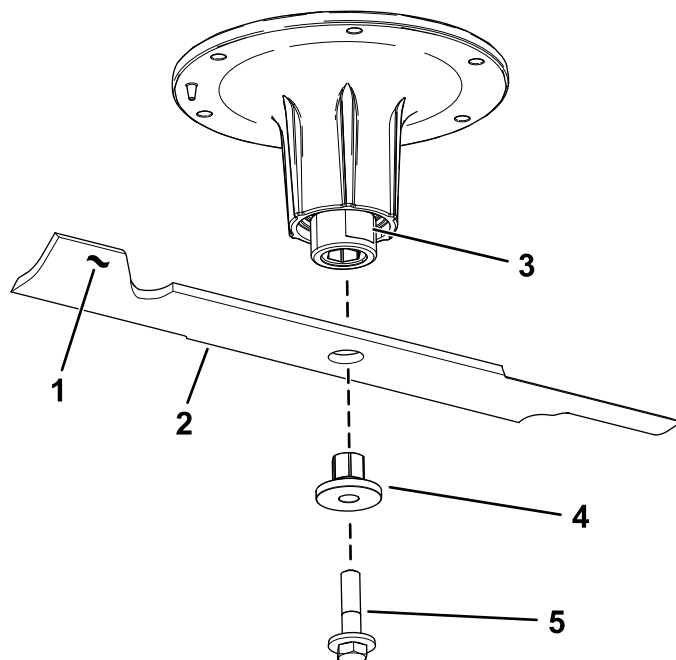

Рисунок 70
2. Снимите болт ножа, втулку и нож с вала шпинделя (Рисунок 70).